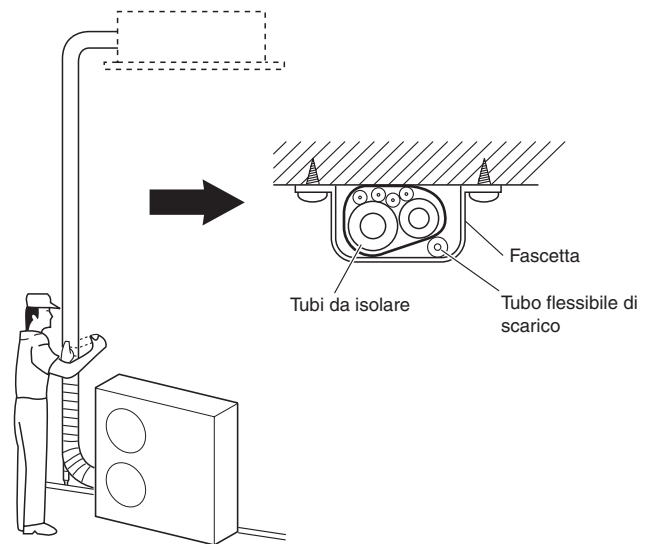

Fig. 6-10
- (1) A questo punto, i tubi del refrigerante (e i cavi elettrici, se i codici locali lo permettono) vanno avvolti assieme in un fascio con nastro da frigorista. Per evitare che la condensa tracimi dalla vaschetta di scarico condensa, tenere il tubo flessibile di scarico separato dalla tubazione del refrigerante.
- (2) Avvolgere il nastro da frigorista dalla parte inferiore dell'unità esterna alla parte superiore della tubazione, nel punto in cui entra nella parete. Ogni giro di nastro deve sovrapporsi sino a circa metà del giro di nastro precedente.
- (3) Fissare il fascio di tubazioni alla parete, utilizzando 1 morsetto più o meno ogni metro. (Fig. 6-10)